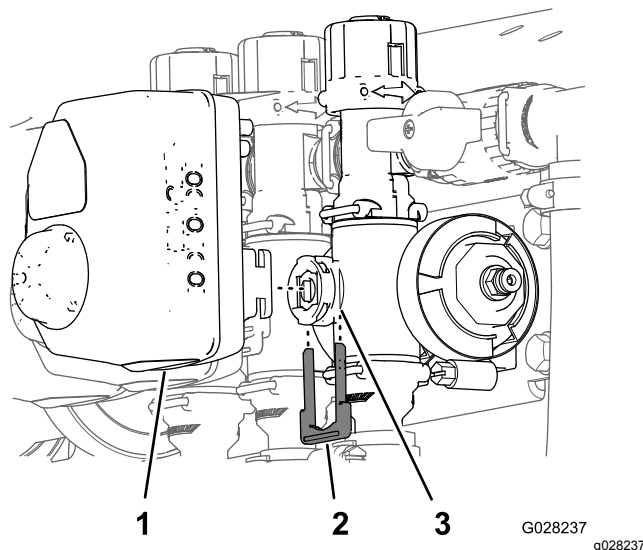

Рисунок 61
3. Снимите держатель, который крепит привод к коллекторному клапану управления интенсивностью опрыскивания, перемешивания, главному клапану стрелы или клапану секции стрелы (**Рисунок 61**).